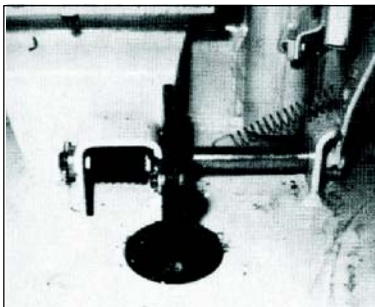

Fig 3-9. Válvula de escoamento de água
(4) Válvula de escoamento de água do compartimento de combate. (Fig 3-9)